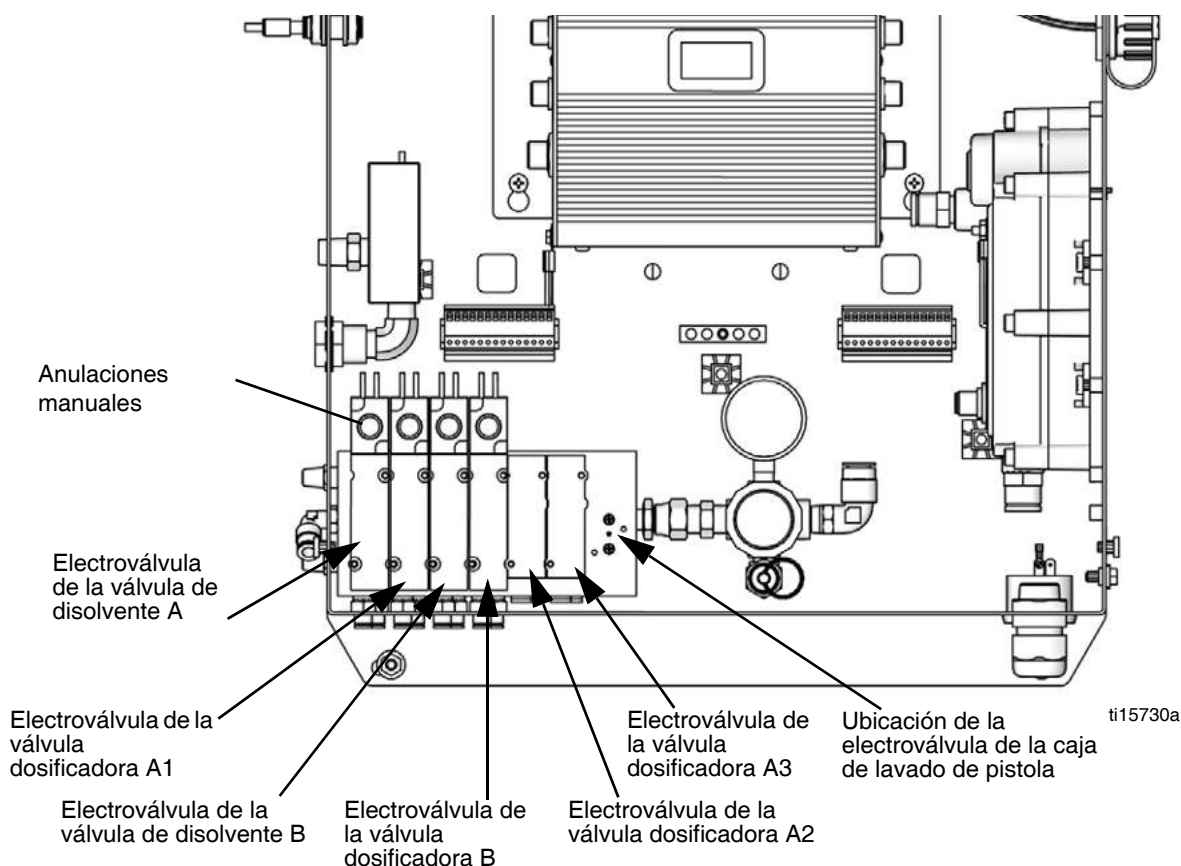

FIG. 1. Electroválvulas de la caja de control
4. Con la pistola disparada, pulse la anulación manual de las electroválvulas de las válvulas dosificadoras y de disolvente A y B para descargar la presión. Vea FIG. 1, página 15. Verifique que la presión del fluido se haya reducido a 0.
4. Con la pistola disparada, pulse la anulación manual de las electroválvulas de las válvulas dosificadoras A1 (A2, A3) y B para descargar la presión. Vea FIG. 1, página 15.
7. Con la pistola disparada, pulse la anulación manual de las electroválvulas de las válvulas de disolvente A y B para descargar la presión. Vea la FIG. 1. Verifique que la presión de disolvente se haya reducido a 0.
7. Desmonte la tapa de la caja de control para acceder a las electroválvulas. Vea FIG. 1, página 15.
- Purgue el lado del componente A. Vea FIG. 1, página 15. Pulse la anulación manual de la electroválvula de la válvula dosificadora de A y dispare la pistola en un recipiente metálico conectado a tierra.